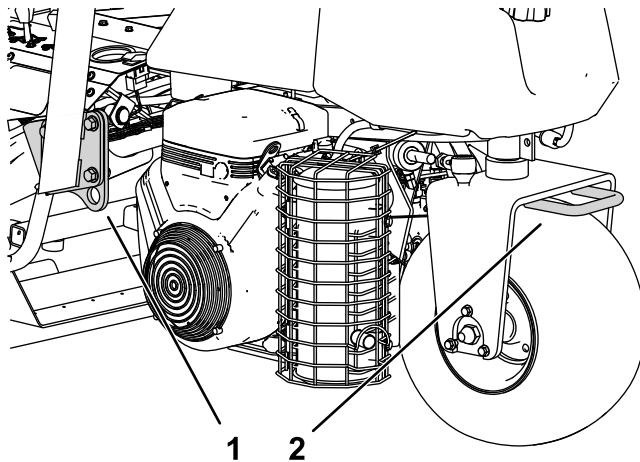

Figure 26
- Arrimez solidement la machine au moyen de sangles, chaînes, câbles ou cordes. Les sangles avant et arrière doivent être dirigées vers le bas et l'extérieur de la machine (Figure 26).